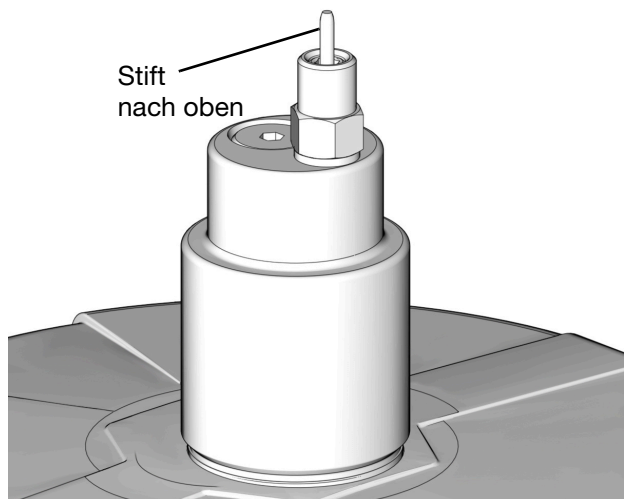

ABB. 28
3. Die gelbe Staubabdeckung von der Füllkupplung (M) abnehmen.
4. Die Versorgungsleitung (J) zwischen der Pumpe (F) der Fernfüllstation und der mit einem „I“ gekennzeichneten Anschlussöffnung der Füllkupplung anschließen.
5. Die Pumpe (F) der Fernfüllstation einschalten.
6. Wenn der G3-Behälter (D) gefüllt ist:
- die Pumpe (F) der Fernfüllstation setzt aus (geschlossenes System)
- der Stift des automatischen Befüllstopps (B) springt nach oben wie in ABB. 28,
- das Manometer (R) steigt auf den eingestellten Druck der Befüllpumpe an.